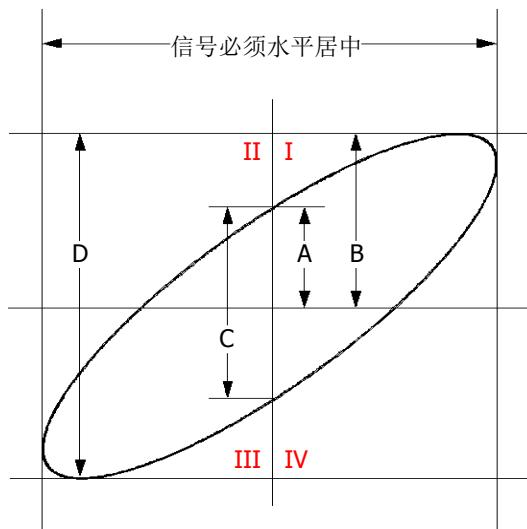

图 3-2 相位差的测量原理图
5. 观察上图的测量结果，并根据相位差测量原理图（图 3-2）可得  $A/B(C/D)=1$ ，即两个通道输入信号的相差角为  $\theta=\pm\arcsin 1=90^\circ$ 。